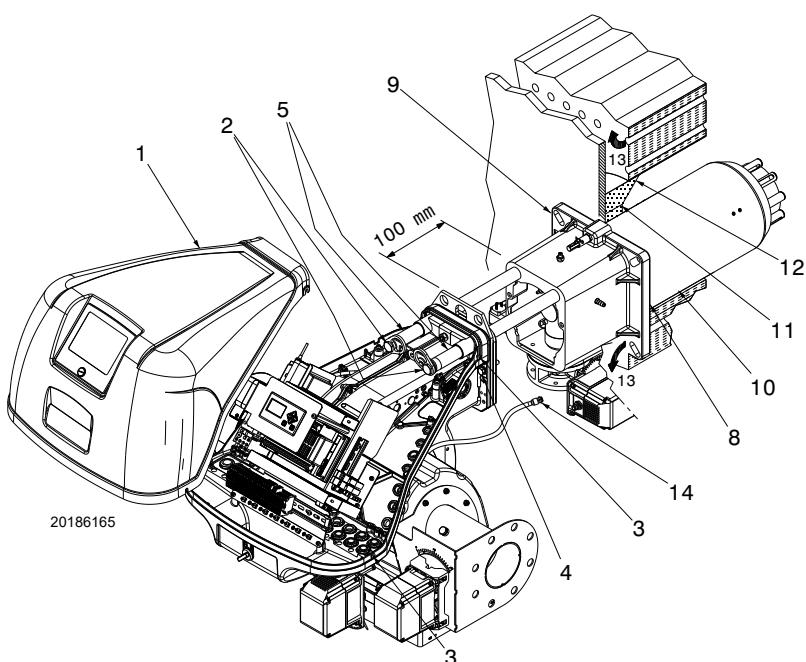

图 15
对于带前烟道 13)(图 15 页 17) 或中心回焰式炉膛的锅炉，必须在锅炉炉补 12) 和烟道 10) 间插入炉补材料 11) 保护。
这种保护不得妨碍取出燃烧头。对于带有水冷却前板的锅炉，除非锅炉制造商明确要求，否则不需要炉补 11)-12)(图 15)。
将燃烧头与燃烧器的其余部分分开，如图 15 所示；操作如下：
- ▶ 将燃烧器重新安装在导轨 3) 上，距离多岐管 4) 约 100 mm，燃烧器位置如图 15 所示；
- ▶ 连接伺服马达插头 14) (图 15) ；